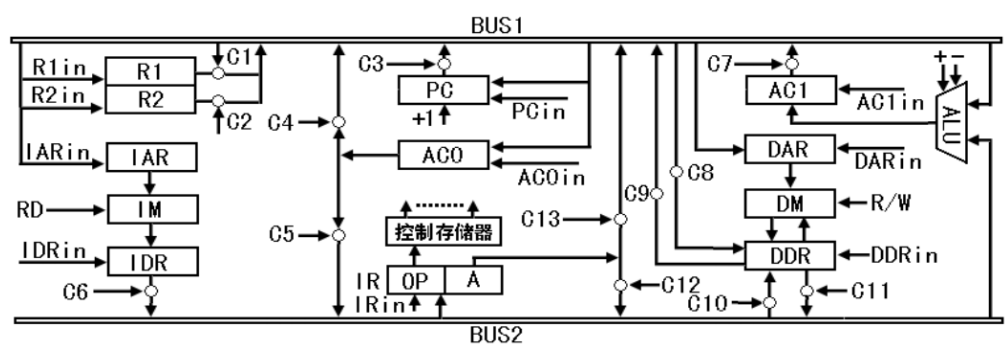

图5 模型机数据通路图
- (2) 指令“SUB R₁, R₂”的执行周期流程图如下：
3. 图5为某处理机逻辑框图，有两条独立的总线BUS1、BUS2和两个独立的存储器，分别是指令存储器IM和数据存储器DM。R1和R2为通用寄存器，PC为程序计数器，IR为指令寄存器，ALU为算术/逻辑运算器。图中标注有控制信号，所有的细单箭头代表控制微命令，如DARin代表将BUS1上的数据打入数存DM的地址寄存器中；C5则是通过控制门C5的信号。未标字符的线则为直通线，不需要微命令进行控制。假定指令的地址已经在PC中，所有的微命令由控制器发出，IM和DM的读/写都需要一个CPU周期。